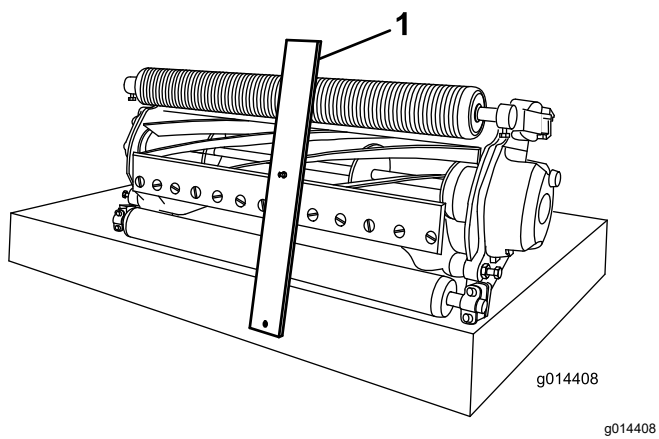

图 11
2. 将剪草高度调刀尺的螺栓头钩在底刀刀刃的右侧并将调刀尺的后端放到滚筒后部上图 11。